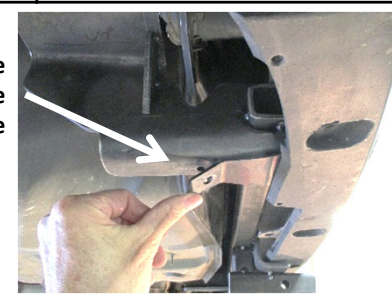

Figure 4
- Réinstaller le panneau de soubassement** à l'aide de rivets-poussoirs (4 de 6), de quatre (4) fixations filetées et d'un (1) écrou hexagonal.
- Fixer les languettes de carénage** - À l'aide de deux (2) attaches de câble fournies, fixer deux (2) languettes de carénage arrière sur le bas du support d'attelage. Couper les parties des attaches de câble excédentaires. Voir la Figure 4.
10. Réinstaller le panneau de soubassement à l'aide de rivets-poussoirs (4 de 6), de quatre (4) fixations filetées et d'un (1) écrou hexagonal.
11. Fixer les languettes de carénage - À l'aide de deux (2) attaches de câble fournies, fixer deux (2) languettes de carénage arrière sur le bas du support d'attelage. Couper les parties des attaches de câble excédentaires. Voir la Figure 4.